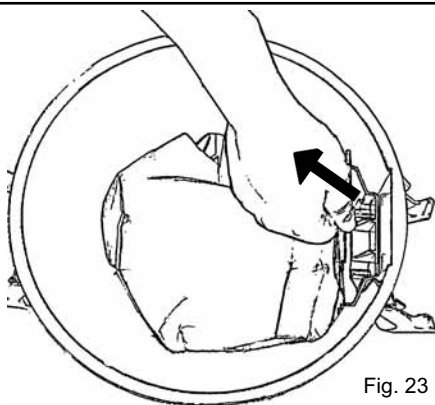

Fig. 23
6. Retire o saco do pó segurando no reforço de cartão e puxando cuidadosamente o cartão e saco para fora do contentor, Fig. 23.